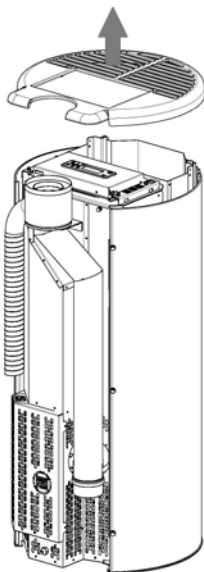

Fig. 27 - Abdeckplatte entfernen
- Abdeckung aus Gusseisen entfernen (siehe Fig. 27).